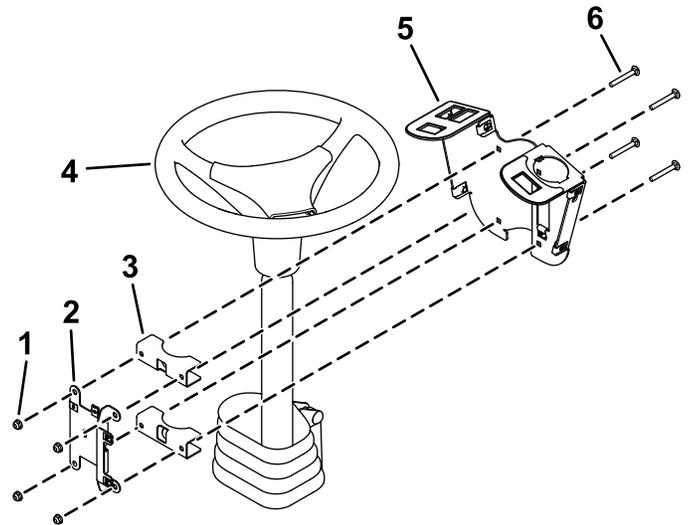

Figura 4
1. Instale provisionalmente el bastidor de interruptores alrededor de la columna de dirección con 4 pernos de cuello cuadrado (1/4" x 2"), 2 soportes de montaje, placa de montaje de fusibles y 4 contratuercas (1/4"), tal y como se muestra en la Figura 4.